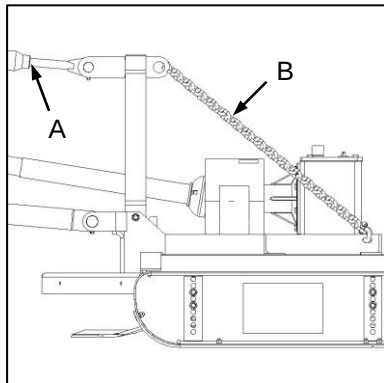

Fig. 1
- ✓ Adjust the tractor 3-point hitch top link (Fig. 1-A) to provide sufficient slack in the implement topmast chains (Fig. 1-B) to allow articulation of the implement over undulating terrain.
- ✓ Verstel die trekker se 3-punt-boskabel (Fig. 1-A) om voldoende speling aan die implement se topmas-kettings (Fig. 1-B) te verskaf, sodat die implement die kontoere van die grond kan volg.